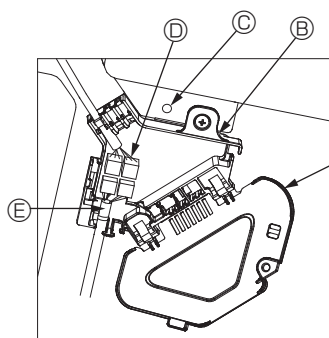

Fig. 10-8
- Conecte firmemente el conector del cable de enlace del motor de los deflectores y el conector del cable de dicho motor en la caja de conexión. (Fig. 10-8) Encontrará dos conectores del motor de los deflectores: un conector azul y un conector naranja. Cuando conecte los conectores, asegúrese de que los colores coincidan.